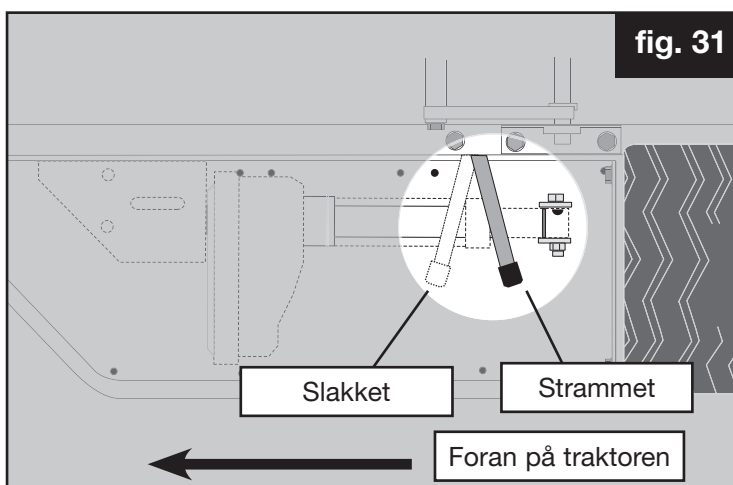

fig. 31
Ta av klippedekselet (fig. 31, 32, 33 og 33a)
2. Slakk klipperdrivremmen med spaken under venstre stigg Brett (fig. 31).
1. Slakk strammingen av remmen ved å trekke remstrammespaken (side 14, fig. 31) forover.
- ✓ At strammestangen er korrekt brukt (side 14, fig. 31).